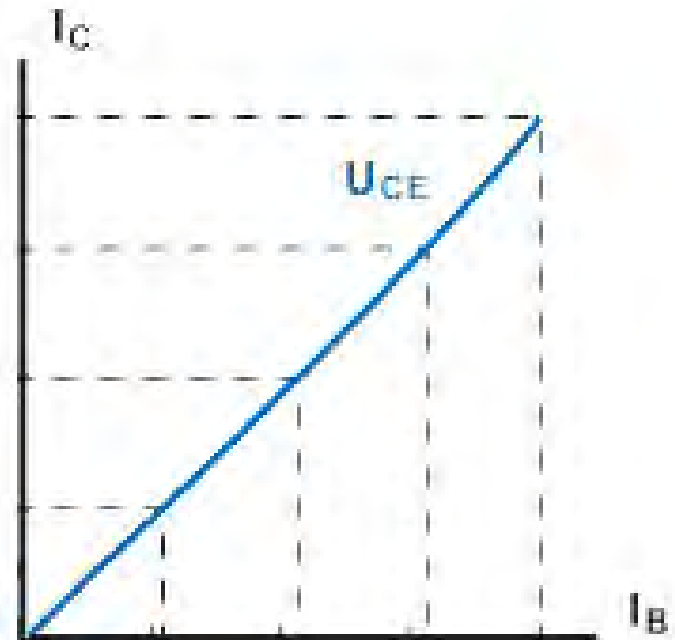

Abb. 19
- Abb. 19: <http://www.elektronik-kompndium.de/sites/bau/diagramm/02031111.gif>